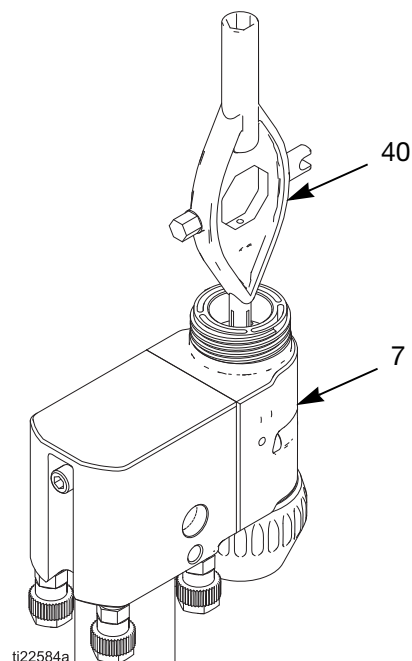

ABB. 31. Elektrode ersetzen
3. Die Elektrode (4) mit dem Multifunktionswerkzeug (40) vorn am Pistolenkörper (7) abschrauben. ABB. 31.